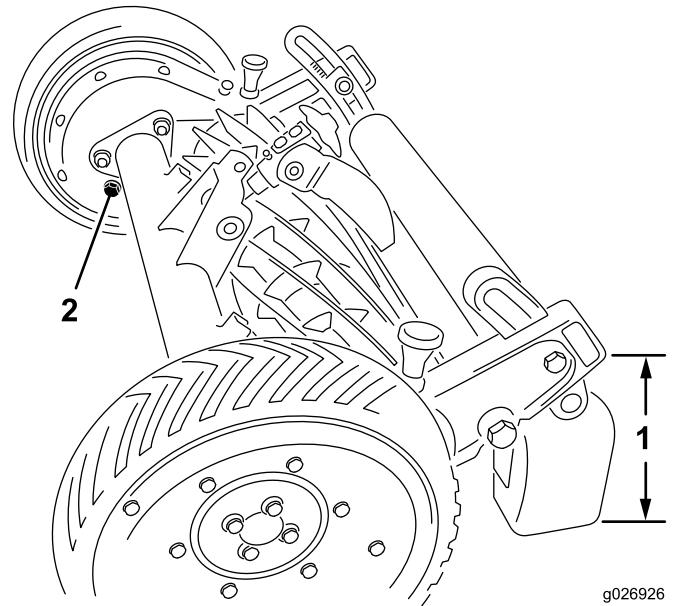

図12
2. カッティングユニットの後部を持ち上げてローラの後方に伸びているギアケースの底部と床面との距離が約26cmになるようにしてカッティングユニットを支える図12。
3. 各ギアケースの内側にある補給プラグを外す図12。ギアケース内部のオイル量を確かめる補給口の高さまであれば適正。オイル量が適正であれば、補給プラグを元通りに取り付ける。